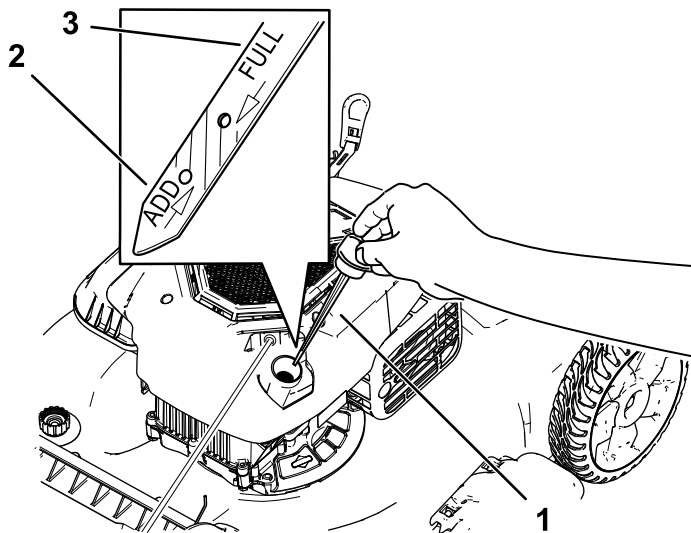

図 22
3. キャップを左に回してディップスティックを抜き取る 図 22。
10. ディップスティックの目印で油量を点検する 図 22。